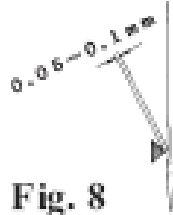

Fig. 8
Set the clearance between the left needle and the looper point to .05 - .1mm when the looper point is behind the left needle centerline. For cotton and spun polyester this setting should be .02 - .05mm (see Fig. 8).
A. Re-adjust the looper avoiding motion according to the needle size. (see Figs. 8 and 9).
Fije el espacio libre entre la aguja izquierda y la punta del Engazador a .05 - .1 mm cuando la punta del Engazador esté detrás del línea del centro de la aguja de la izquierda. Para algodón y poliéster hilado esta distancia debe ser de .02 - .05 mm (vea Fig. 8).
A. Reajuste el movimiento elusivo del Engazador de acuerdo a el tamaño de la aguja. (vea Figs. 8 y 9).